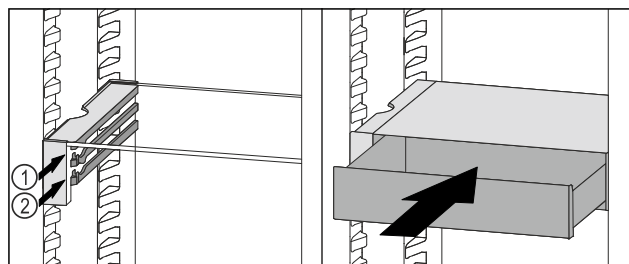

Fig. 174
- Vendosni sirtarin VarioSafe prapa ndaluesve në brinjën që dëshironi Fig. 174 (1) ose Fig. 174 (2).